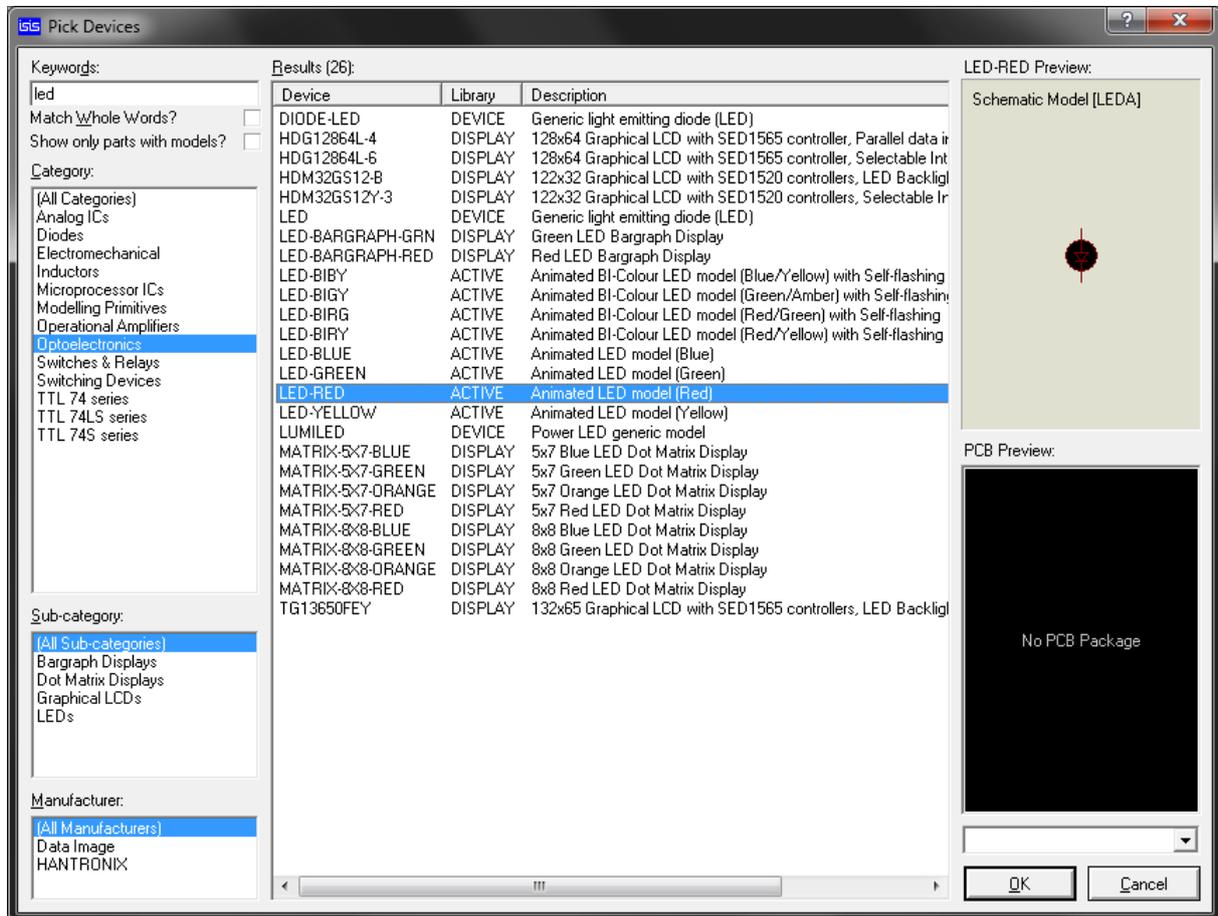

Рис. 1.11. Выбор модели светодиода
2. В поле «Keywords» введем слово LED. В списке ниже выберем раздел Optoelectronics. В большом правом поле Results следует выбрать один из предлагаемых светодиодов. Выберем, например, анимированную модель под названием LED-RED (рис. 1.11). Нажмем кнопку ОК и поместим светодиод на чертежное поле.